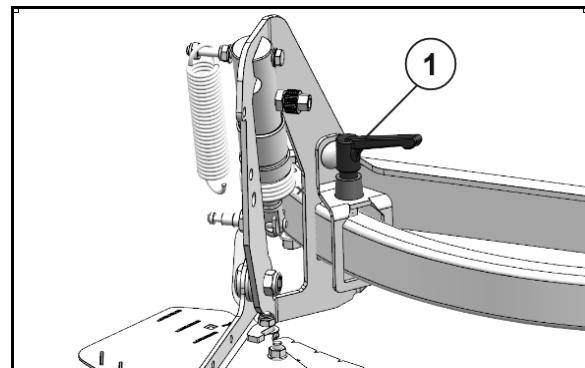

Рис. 63
1. Для этого ослабить зажимной рычаг (Рис. 63/1).